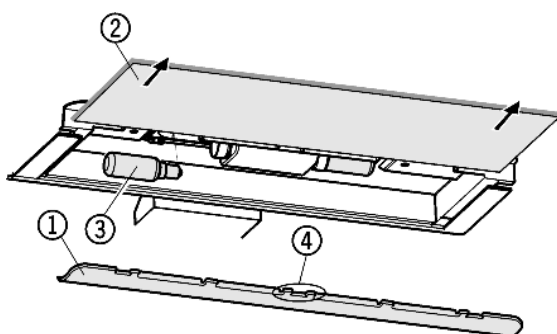

Рис. 22
- ▶ Снимите заглушку Рис. 22 (1): возьмите ее пальцами и расцепите.
- ▶ Снимите стеклянную пластину Рис. 22 (2).
- ▶ Замените лампу накаливания Рис. 22 (3).
- ▶ Снова поставьте заглушку: зафиксируйте с правой и с левой стороны и обратите внимание на то, чтобы средний крючок Рис. 22 (4) зацепился за стеклянную пластину.